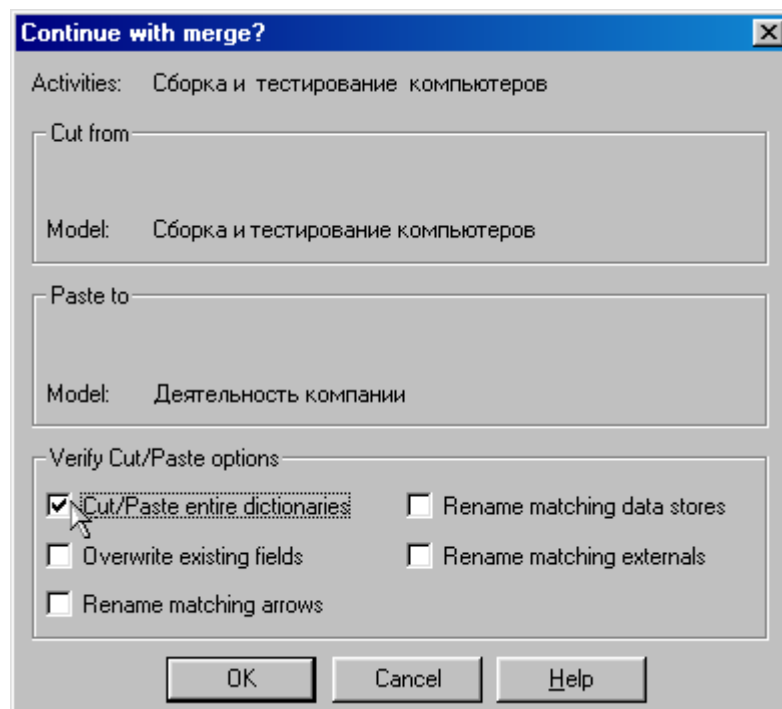

Рисунок 1.43 – Включение опции **Cut/Paste entire dictionaries**
3. В диалоговом окне **Merge Model** включите опцию **Cut/Paste entire dictionaries** и щелкните по кнопке **OK** (рисунок 1.43).